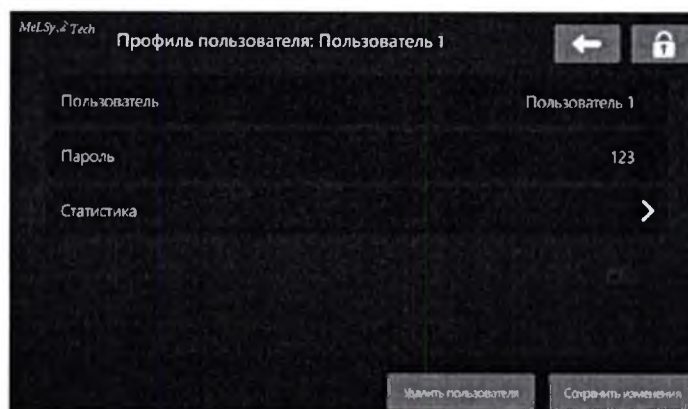

Рис. 3.84 – Редактирование профиля пользователя
3.11.4 Для того чтобы редактировать профиль пользователя необходимо щелкнуть на интересующего Вас пользователя (рис. 3.84), ввести изменения и нажать кнопку .